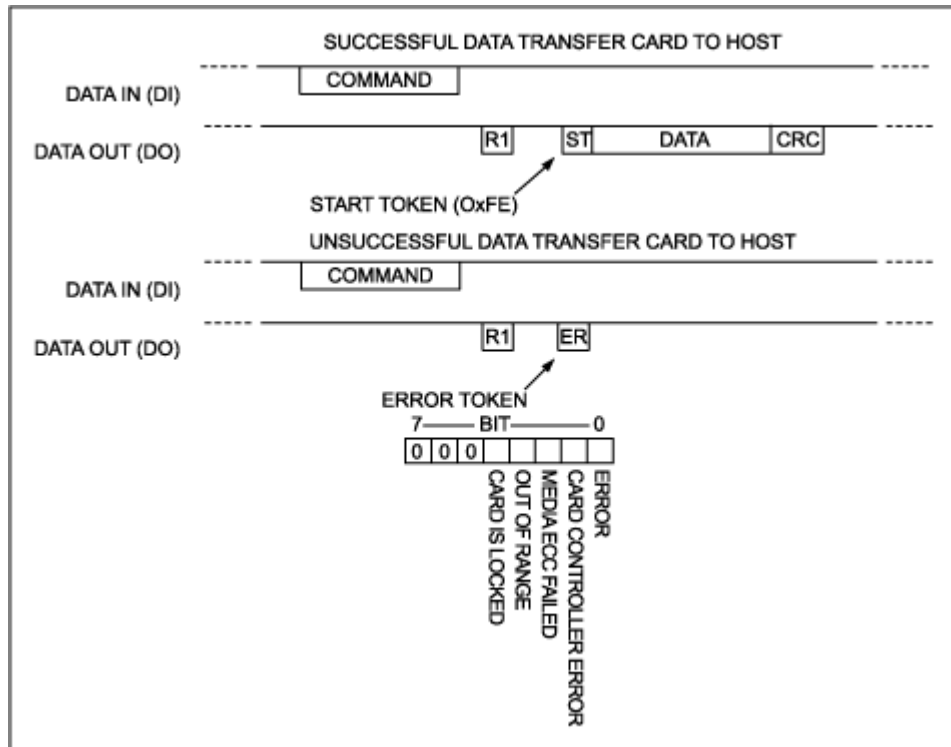

图6. 从 SD 卡到主机的数据传输要加入一个起始令牌作为前缀。
要读取存储卡的寄存器或数据块，我们首先必须理解存储卡如何响应我们的请求。在 SPI 模式下，SD 卡以 R1 应答 SEND_CSD (9)、SEND_CID (10) 和 READ_SINGLE_BLOCK (17) 命令。接着则是一个起始令牌，然后是所请求的数据，最后是数据的 CRC-16 校验和。我们不能想当然地认为数据起始令牌是紧接着 R1 响应即刻发出的，因为总线在这两个事件之间会进入空闲状态一段时间。图 6 显示了数据响应的细节。